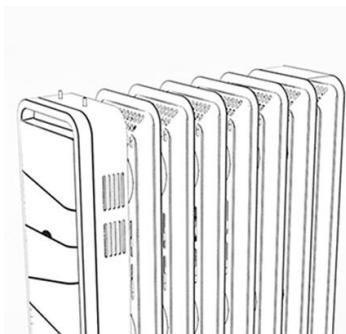

Abb.1
1. Stellen Sie die Heizung auf den Kopf. (Abb. 1)